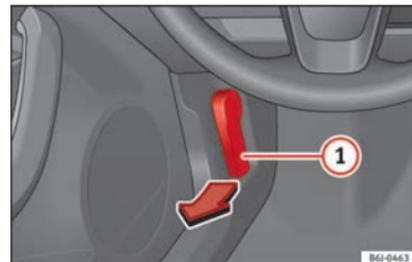

Abb. 6 Siehe Einbauort auf Seite 7-8
- Motorraumklappe öffnen: Ziehen Sie an dem Hebel unterhalb der Instrumententafel » **Abb. 6** .